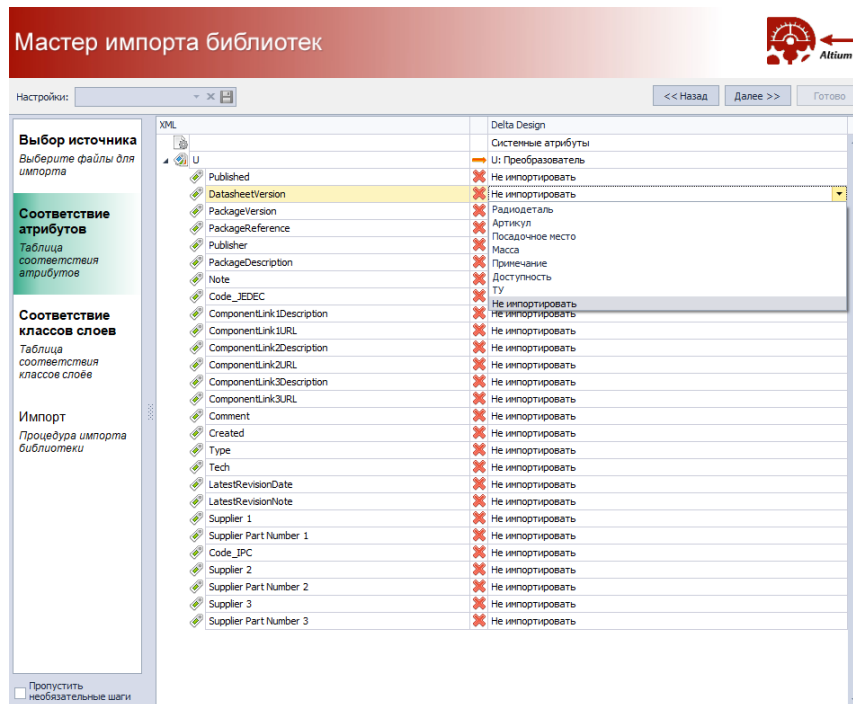

Рис. 27 Сопоставление атрибутов при импорте
5. Укажите соответствие атрибутов и семейств, см. Рис. 27. В левом столбце указываются код семейств, которые содержатся в импортируемом файле библиотеки. В правом столбце можно указать необходимость импорта семейства, и осуществить сопоставление импортируемого семейства с тем, которое присутствует в системе.